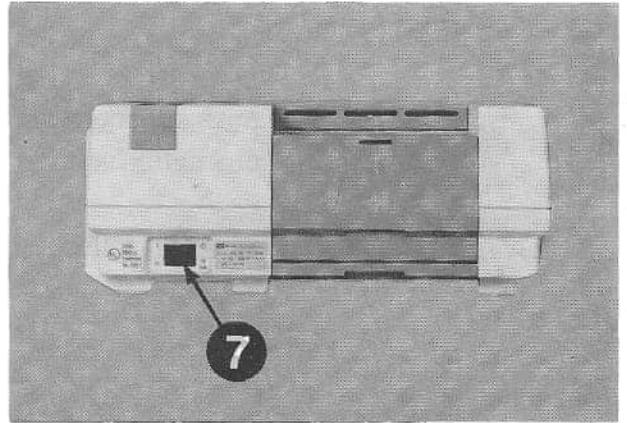

Bild 3-3
- * Gerät einschalten (7) Bild 3-3.